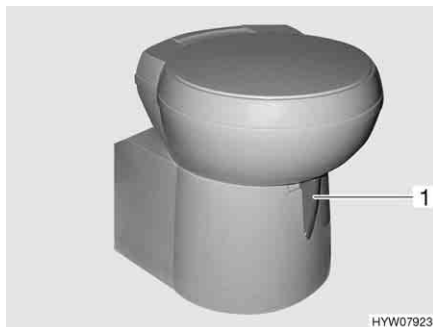

Fig. 98 Tazza del WC Thetford, orientabile
- Prima di tirare l'acqua, aprire il cursore della toilette Thetford. A tal fine girare la leva del cursore (Fig. 98,1) in senso antiorario.
- Girare la leva del cursore (Fig. 98,1) in senso orario. Il cursore viene chiuso.